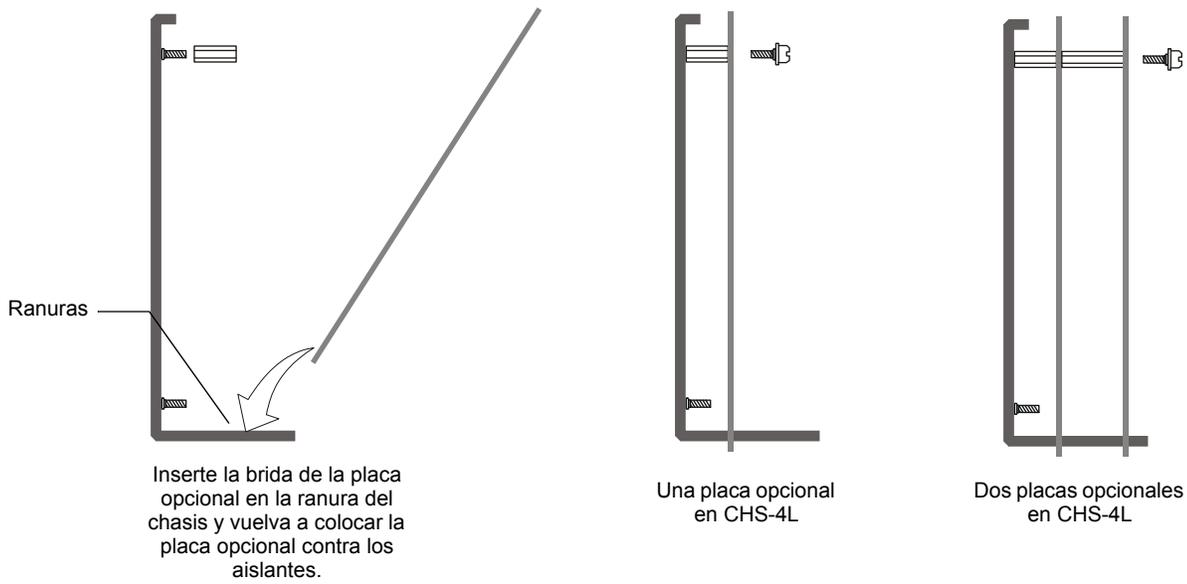

Figura 3.11 Montaje de una placa opcional en un chasis (se muestra CHS-4L)
1. Deslice las bridas que se encuentran en la parte inferior de la placa opcional dentro de las ranuras del chasis tal como se muestra en la figura 3.11.